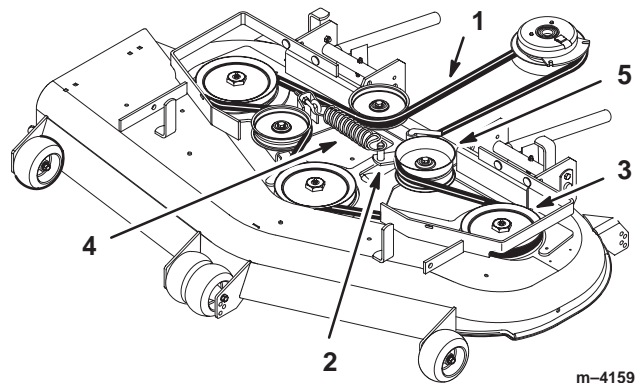

Figure 59
4. Déposez la courroie. Commencez à la poulie extérieure et tournez la courroie pour la déposer (Fig. 59).
7. Remettez la poulie de tension en place et installez la courroie sur les autres poulies (Fig. 59).